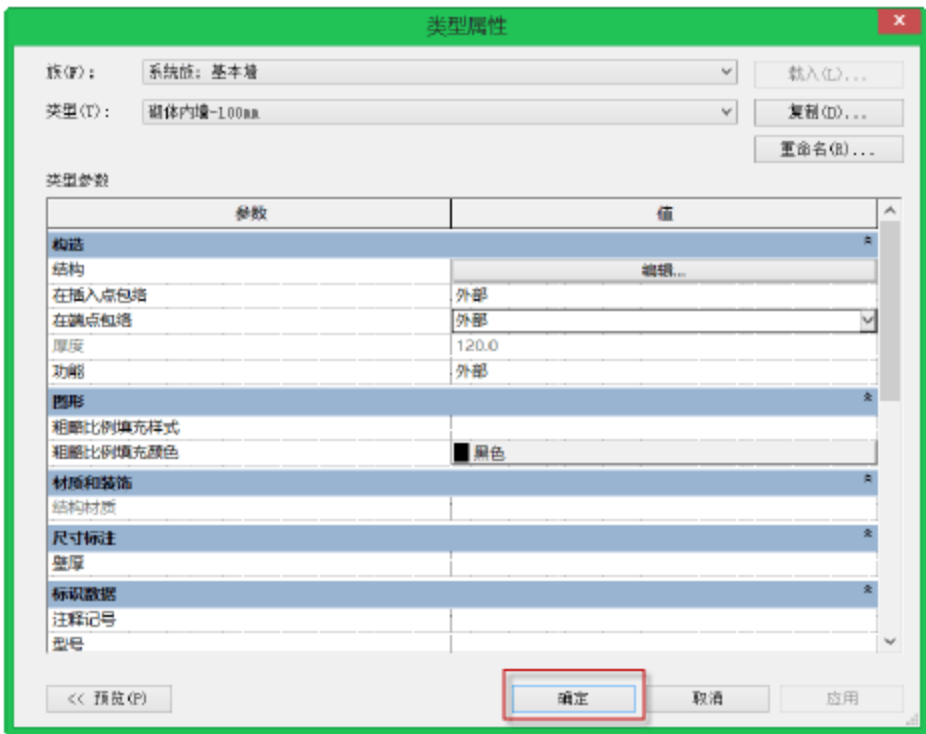

图 10.2.14 完成“砌体内墙-100mm”族类型定义
(9) 完成“砌体内墙-100mm”族类型定义。在“类型属性”对话框中，单击“确定”按钮，这样就完成了“砌体内墙-100mm”族类型定义，如图 10.2.14 所示。